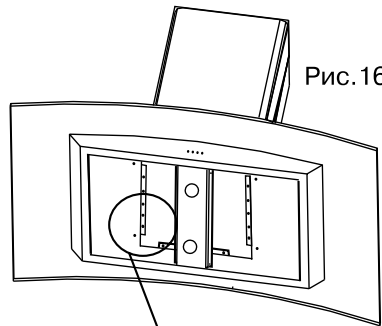

Рис.16
8. Поднимите вверх внутренний декоративный кожух и закрепите его с помощью саморезов к потолочной крепежной пластине **A** (см. рис. 16). Не забывайте о необходимости подключения вытяжки к электросети (см. раздел «Подключение к электросети»).